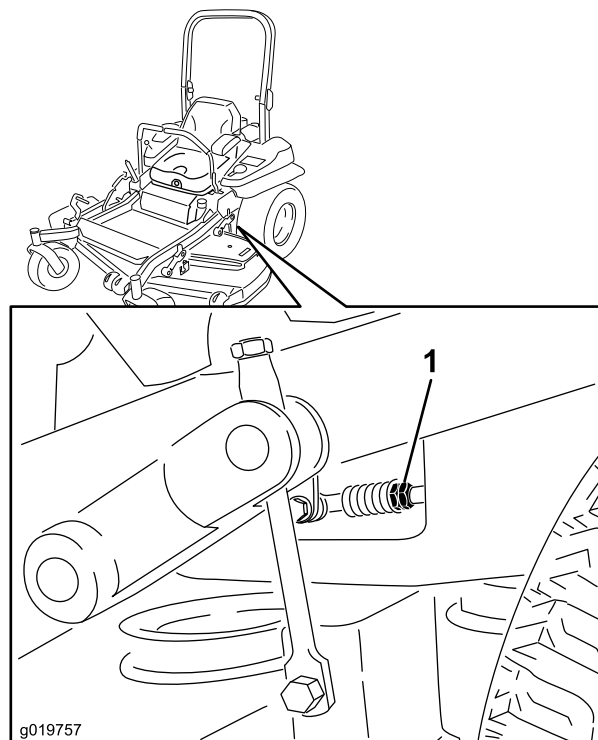

Figura 85
7. Ponga las palancas de control de movimiento en la posición de punto muerto. Ajuste la longitud de las varillas de control de las bombas girando las tuercas dobles de la varilla en el sentido apropiado, hasta que las ruedas se muevan ligeramente en marcha atrás (Figura 85). Mueva las palancas de control de movimiento a la posición de marcha atrás y, aplicando una ligera presión a la palanca, deje que los muelles de marcha atrás devuelvan las palancas a punto muerto. Las ruedas deben dejar de girar o moverse muy lentamente en marcha atrás.